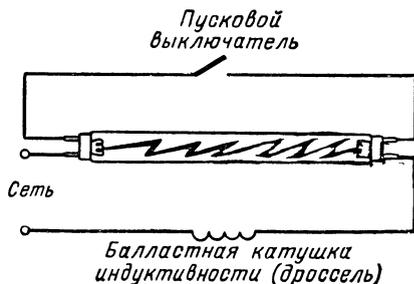

Рис. V.80. Когда пусковой выключатель размыкает цепь, в балластной катушке возникает всплеск высокого напряжения, которое зажигает дугу в люминесцентной лампе.
**Балластное сопротивление.** Для создания дуги в люминесцентной лампе к ее электродам необходимо приложить на короткое время высокое напряжение. Для получения высокого напряжения последовательно с лампой включается дроссель (рис. V.80), представляющий собой проволочную катушку, намотанную на сердечник.